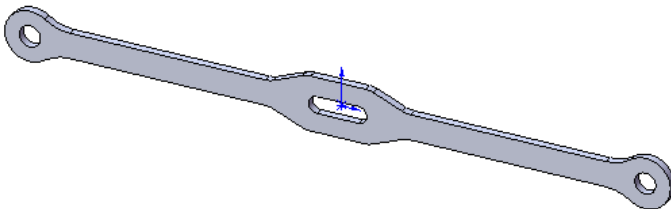

Рисунок 9.22 - Твердотільне розгорнення деталі Скоба
3. Витягнемо цей ескіз на 2 мм, використовуючи команду - «**Вытянутая бобышка/основание**». У результаті одержимо твердотільне розгорнення деталі Скоба (рис. 9.22).